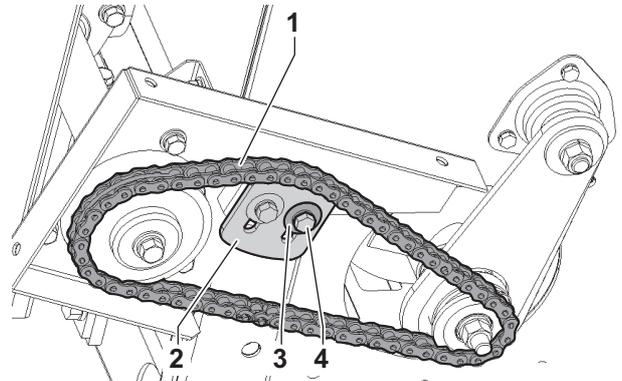

図 2-29
21. チェン40H×60L (1) を組み付けます。(図 2-29)